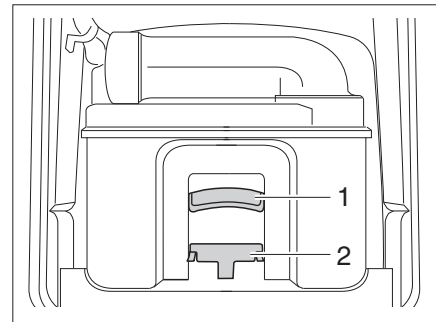

Bild 279 Thetford-Kassette
- Haltebügel (Bild 279,2) nach vorn ziehen um die Toiletten-Kassette zu entriegeln und Kassette am Griff (Bild 279,1) herausziehen.